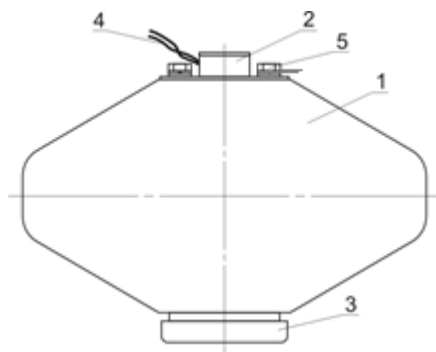

Рис. 1. Конструкция МПП «Гарант-7».
4.1. Конструкция МПП «Гарант-7» представлена на Рис. 1.
Цифрами на рис.1 обозначены: